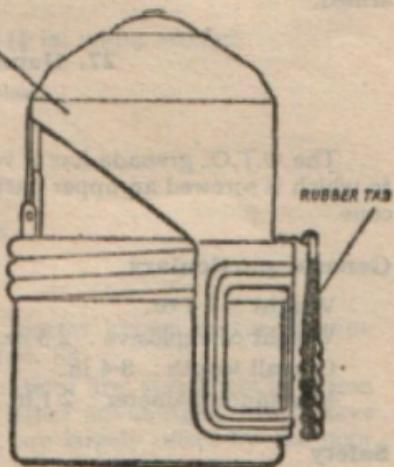

FIG. 17.—O.T.O. Mod. 35
27. Hand grenade O.T.O., Mod. 35. (See Fig. 17)